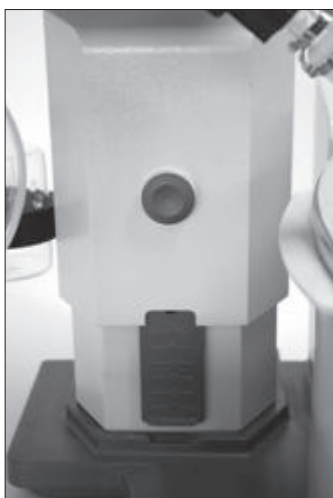

Fig. 19
- ☞ 将装置 (A) 调整至所需位置 (Fig. 19)；